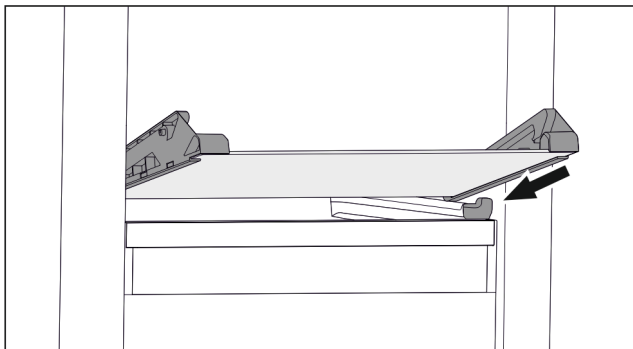

Fig. 71 Glassplate på nedvippbar skuff
- Sett glassplaten på skrå bak stopperne. (se Fig. 71)